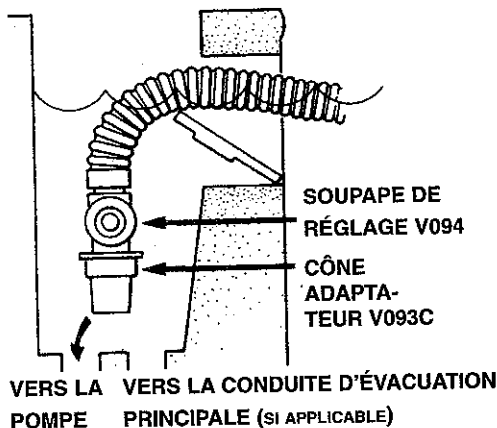

Figure 6
le Navigator à l'aide d'une ou de plusieurs soupapes dans le système de filtrage, de la Soupape de Réglage Hayward V094, ou d'une Plaque de Vide Automatique pour Écumoir Hayward destinée à régler le vide/débit d'eau. Pour installer la Soupape de Réglage V094, éteignez le système de filtrage, retirez le tuyau du Cône d'Écumoir V093C, et – après avoir fermé la Soupape de Réglage (en faisant tourner la bague bleue dans le sens des aiguilles d'une montre, vers +) – insérez-la dans le Cône d'Écumoir, puis insérez l'extrémité du tuyau dans la Soupape de Réglage (voir Figure 6).
Certains écrémoirs possèdent deux (2) trous au fond. Il se peut qu'il y ait une soupape, un flotteur ou un couvercle sur ses trous. Retirez tout ce qui se trouve dans l'écumoir, de manière à exposer les trous. Le trou arrière est généralement l'orifice d'aspiration. Dans certains cas il sera nécessaire d'utiliser la Soupape de Réglage V094 pour contrôler le débit d'eau à travers le Navigator (voir Figure 6).